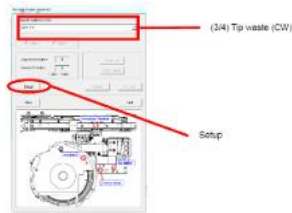

Figure 6 SSW window (TW)
- Wähle **“Adjust”** (Abbildung 6)